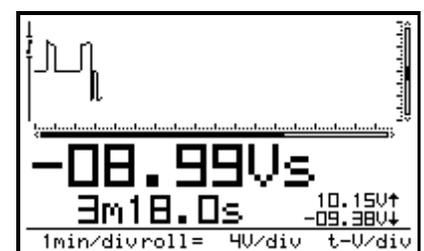

Fig 40
**"roll"** = El modo "Roll" está disponible para bases de tiempos de 1s/div o menos. El muestreo es continuo y la pantalla empieza a moverse horizontalmente cuando ésta esté completamente llena. Use esta posición para "grabar" señales DC que se mueven lentamente. (Fig. 40)